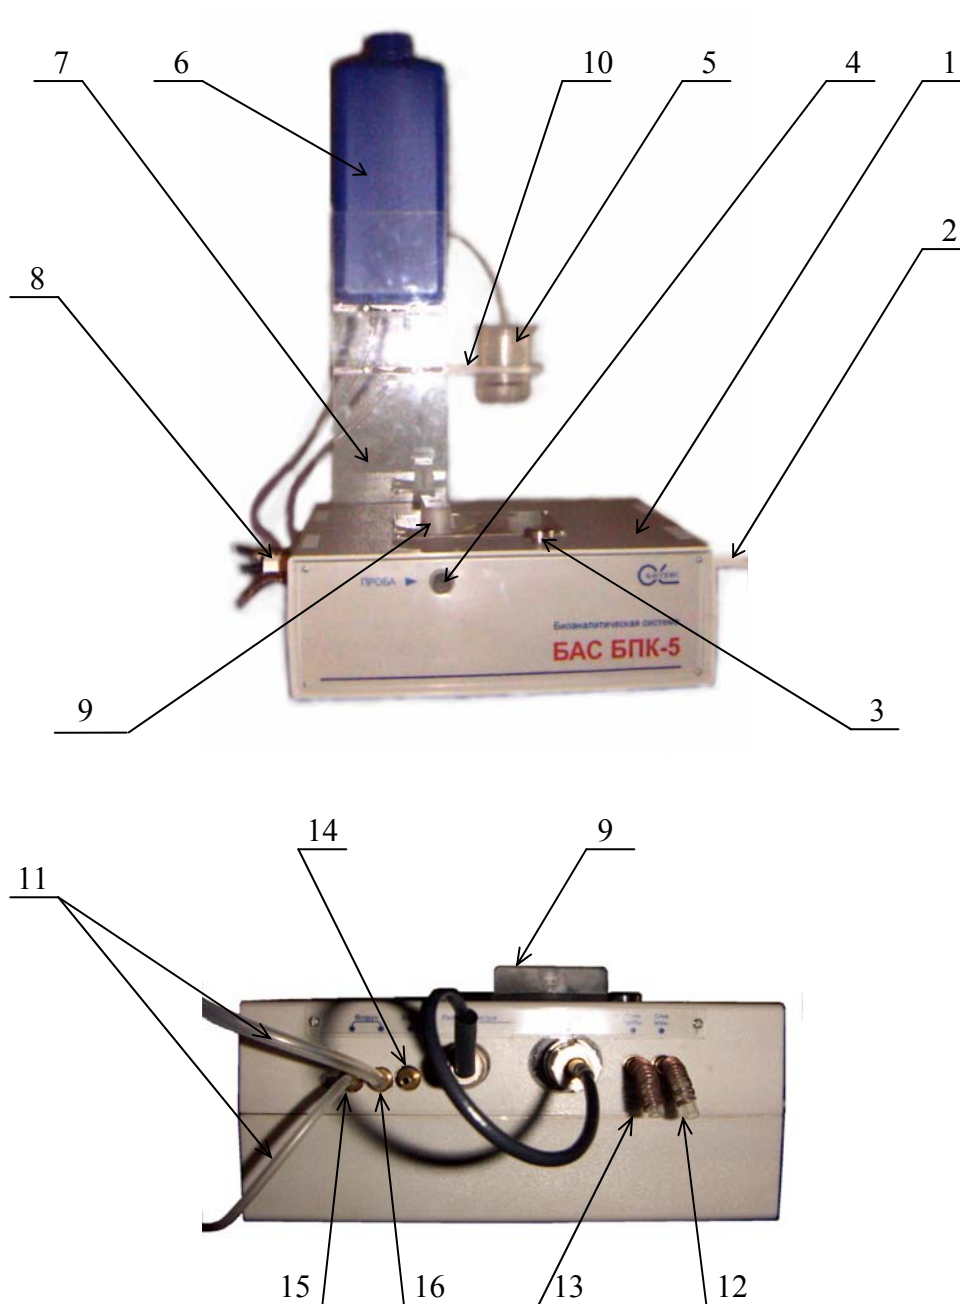
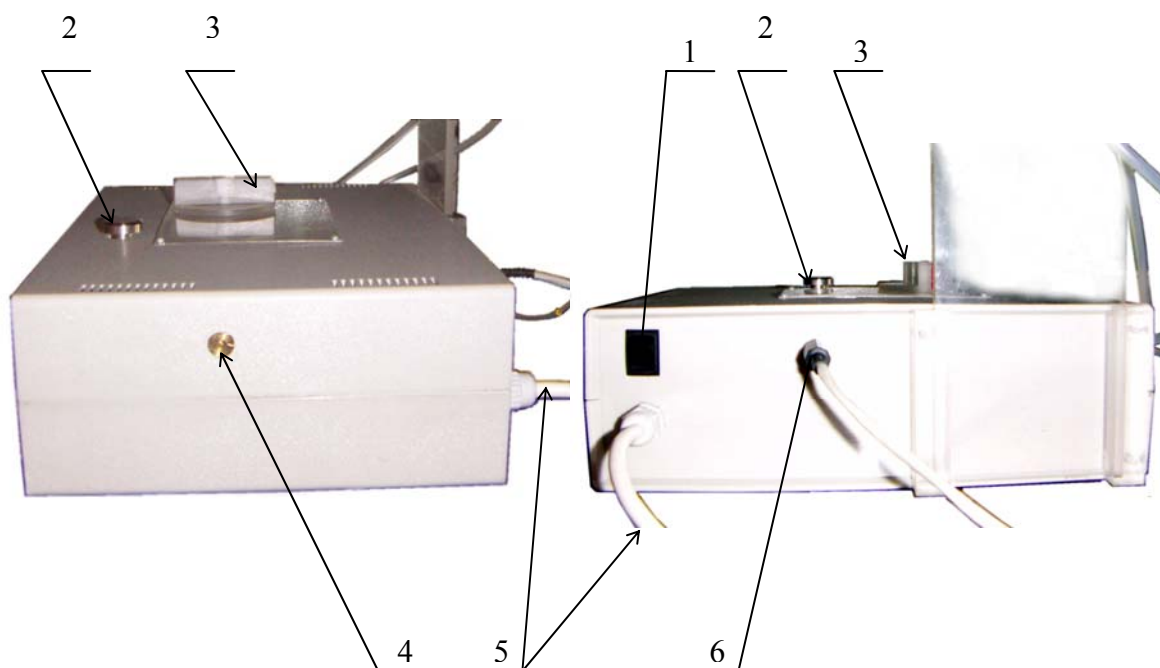
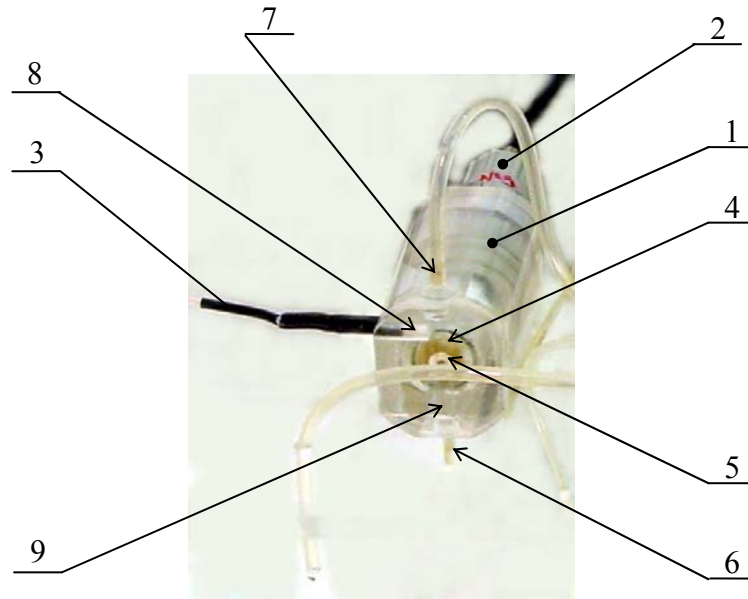
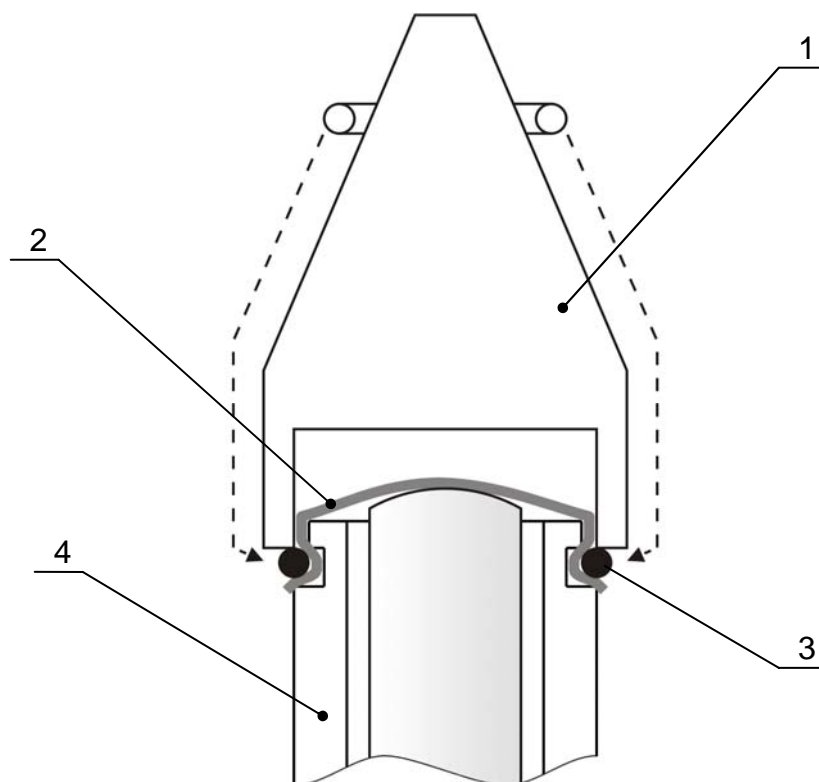

Рис.1 Внешний вид биоаналитической системы «БАС БПК-5».
Рис.2 Элементы управления биоаналитической системы «БАС BPK-5».
Рис.3 Внешний вид измерительной камеры.
Рис.6 Закрепление мембраны, с иммобилизованным на ней биокomпонентом, на чувствительной поверхности  $ASrO_2$ .
Биоаналитическая система «БАС БПК-5», представленная на рис.1, является проточно-инжекционной и состоит из: корпуса (1), в который интегрированы анализатор кислорода АКПМ, микрокомпрессор и устройство подготовки и ввода пробы; ёмкости с дистиллированной водой (6), установленной на подставке (7); ёмкости для насыщения пробы
При проведении измерений анализируемая проба вытесняется из петли под давлением столба жидкости (дистиллированная вода в ёмкости (6) см.рис.1, насыщенная кислородом воздуха) со скоростью, установленной регулятором расхода жидкости (4) см.рис.2, и проходит через измерительную камеру (рис. 3).
Измерительная камера (рис. 3) состоит из корпуса (1), в котором, с помощью байонетного соединения установлен микробиологический биосенсор (2). На биосенсор одета мембрана с биокомпонентом (4). Уплотнение в соединении биосенсор - измерительная камера осуществляется с помощью тонкого резинового кольца (5). Уплотнительное кольцо жёстко связано с корпусом (1), поэтому, при установке в измерительной камере биосенсора, уплотнение происходит автоматически. Чувствительная часть (катод) биосенсора расположена в основном канале (9) измерительной камеры, по которому протекает анализируемая жидкость. Связь измерительной камеры с коммутатором (9) и «выходным» штуцером (12) (см. рис.1) осуществляется с помощью силиконовых трубок через штуцеры (6) и (7).
С помощью конуса (1) и резинового кольца (3) закрепляют мембрану с иммобилизованным БК (2) на чувствительной поверхности  $ASrO_2$  (4), как показано на рис.6. Расправляют гофры на мембране и устанавливают МББ-01 (2) (см. рис.3) в корпусе измерительной камеры (1) (см. рис.3), с помощью байонетного соединения.
Соберите установку, как показано на рис.1 и рис.2:
- Подставку (7) установите в направляющих, расположенных на задней стенке корпуса (1).
- Установите на верхнем кронштейне подставки (7) ёмкость для дистиллированной воды(6).
- Соедините силиконовыми трубками штуцеры расположенные в нижней части ёмкости (6) с соответствующими штуцерами на корпусе (1). «Водный» штуцер расположен в нижней части ёмкости (6) напротив боковой стенки со шкалой, второй штуцер «воздушный». На корпусе штуцеры помечены «вода» и «воздух».
- Установите микробиологический биосенсор МББ-01 (8) в измерительной камере с помощью байонетного соединения. Разъём кабеля соедините с соответствующим разъёмом «сенсор» на корпусе (1).
- Ёмкость для пробы (5) установите на кронштейне (10) подставки (7). Оденьте силиконовую трубку на свободный штуцер «воздух» на корпусе (1). Свободный конец трубки опустите в ёмкость (5).
- Под штуцерами «слив воды» и «слив пробы», расположенными на корпусе (1), установите кювету для жидкости.
- Один конец Data-кабеля соедините с соответствующим разъёмом (6) (см. рис.2), расположенном на задней стенке корпуса (1), другой, с разъёмом последовательного (COM) порта на системном блоке персонального компьютера.
- Вилку кабеля питания (5) (см. рис.2) включите в розетку промышленной сети 220В~50Гц.
- Установить ручку коммутатора (9) в положение «Подготовка».
- Ёмкость (6) (см. рис.1) заполните дистиллированной водой до верхней отметки на шкале.
- С помощью регулятора расхода жидкости (4) (см. рис.2) установите скорость потока 20÷40 капель в минуту.
- С помощью выключателя (1) (см. рис.2) включите питание системы.
Перед проведением градуировки раствор насыщают кислородом воздуха. Для этого свободный конец силиконовой трубки необходимо опустить в ёмкость (5) (см. рис.1) с раствором ГСО.
- С помощью шприца емкостью 20 мл, набирают 10÷15 мл анализируемой пробы и вводят через штуцер (4), расположенный на передней панели корпуса (1) (см. рис.1).
- Устанавливают ручку коммутатора (9) (см. рис.1) в положение «Анализ пробы» и наблюдают на экране монитора сигналы от амперометрического сенсора АСрО2 и его первой производной.
После анализа просушите петлю нажав, и удерживая в таком положении в течении ~ 10 секунд, кнопку (2) (рис.2).